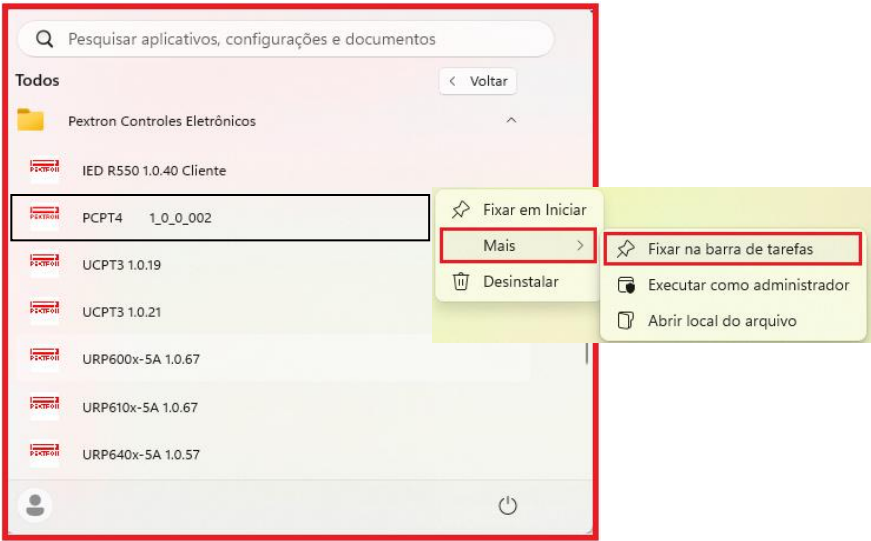

Figura 4: Atalho
e) Criar atalho na área de trabalho para o programa aplicativo. Acessar através do caminho no Windows: < Iniciar > < Todos os programas > < Pextron Controles Eletrônicos > < PCPT4 1_0_0_002 > < Enviar para > < Área de trabalho (criar atalho) >. Ver figura 4.